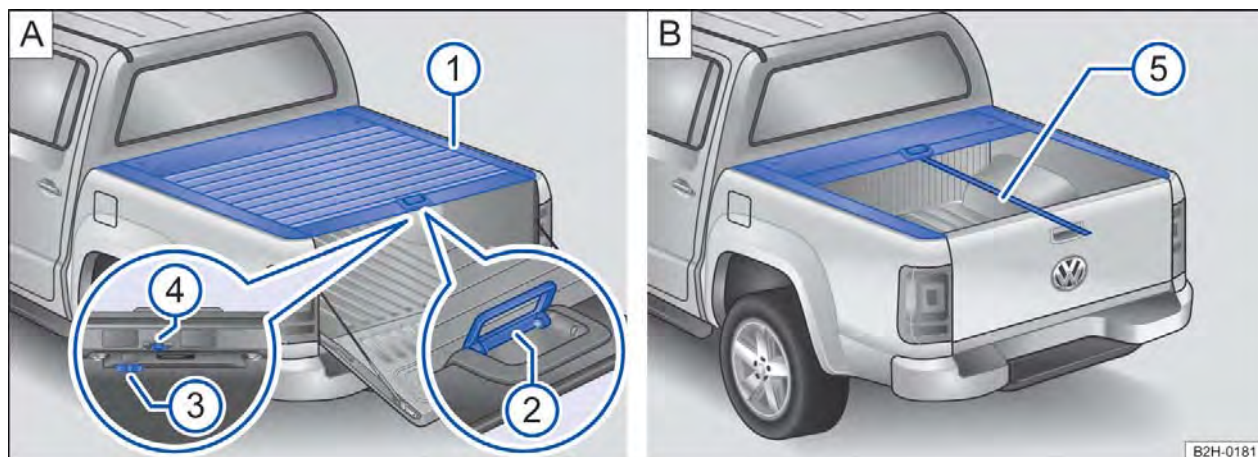

Fig. 30 Capota marítima do compartimento de carga: A: vista geral e B: cinta de tração.
A capota marítima do compartimento de carga ⇒ Fig. 30 consiste nos seguintes componentes:
Abrir brevemente a capota marítima do compartimento de carga e fechar novamente	Se capota marítima do compartimento de carga precisar ser aberta apenas brevemente e fechada de novo em seguida, a lingueta de travamento ⇒ Fig. 30 ④ A deve ser pressionada para a esquerda ao fechar. A capota marítima do compartimento de carga engata, se for fechada totalmente.